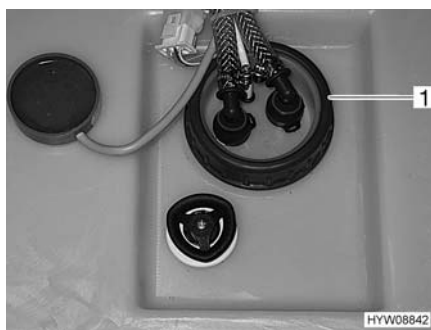

Fig. 176 Apertura per la pulizia (serbatoio dell'acqua)
- Staccare il coperchio (Fig. 176,1) del serbatoio dell'acqua.